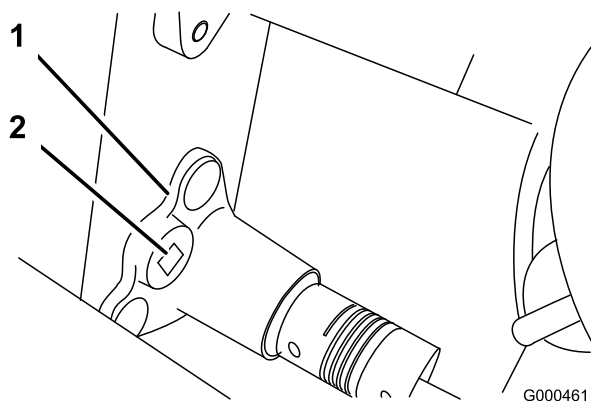

Figura 37
B. Servindo-se de uma chave de aperto de 3/8 de polegada, rode a caixa de mancal com uma torção de 4–4,5 Nm para ajustar a tensão da correia (Figura 37).